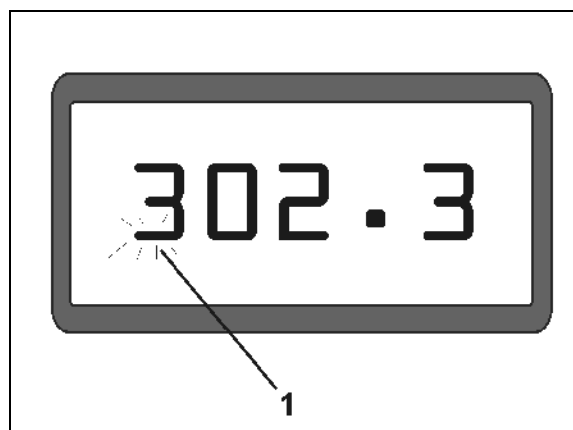

Fig. 2
- **Pantalla (Fig. 2/1).**
La barra inferior (Fig. 2/1) parpadea durante el trabajo: